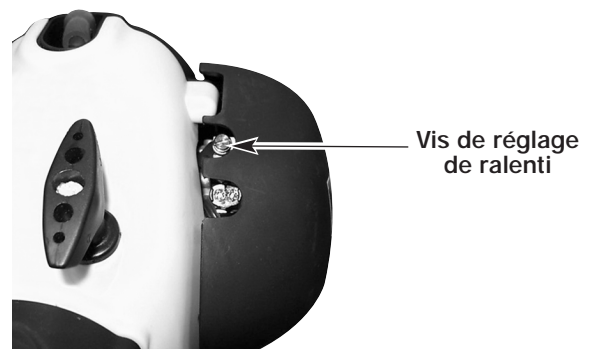

Fig. 28
1. Trouvez la vis de réglage de ralenti sur le carburateur (Fig. 28).